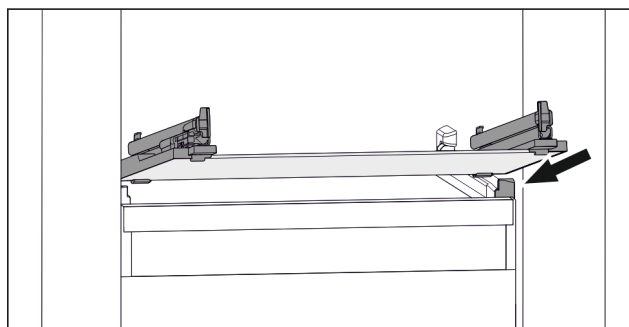

Fig. 47 Vejledende visning af glaspladen
- Sæt glaspladen skråt bag stoppene. (se Fig. 47)